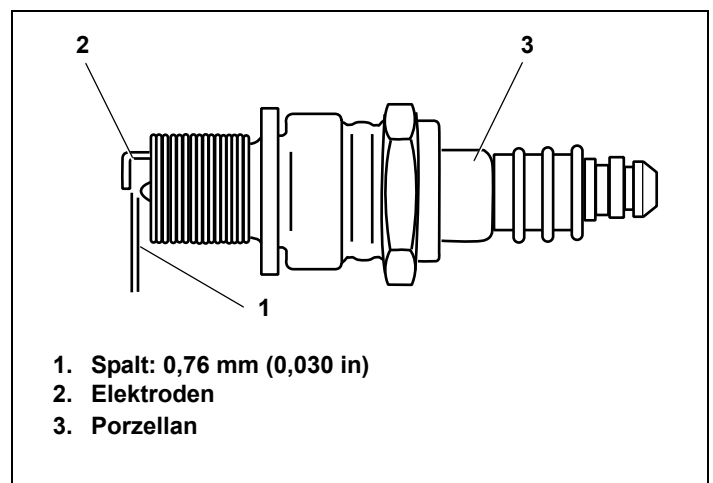

Abbildung 22. Zündkerze
4. Den Elektrodenspalt mit einer Fühlerlehre prüfen und bei Bedarf auf 0,76 mm (0,030 in) einstellen. Siehe Abbildung 22.